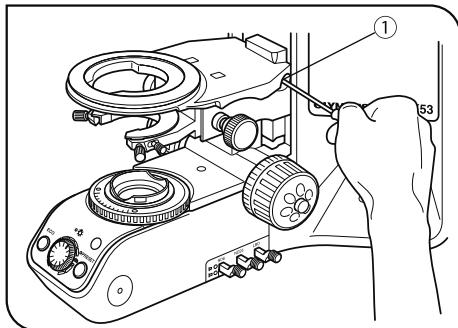

図 15
(図 15, 16)
- 2) ステージ受け固定ねじ①を六角ドライバーで充分にゆるめ、ステージ受けを持ち上げて取り外します。（図15）
- 3) 上側のストッパーねじ②を六角ドライバーでゆるめて取り外します。